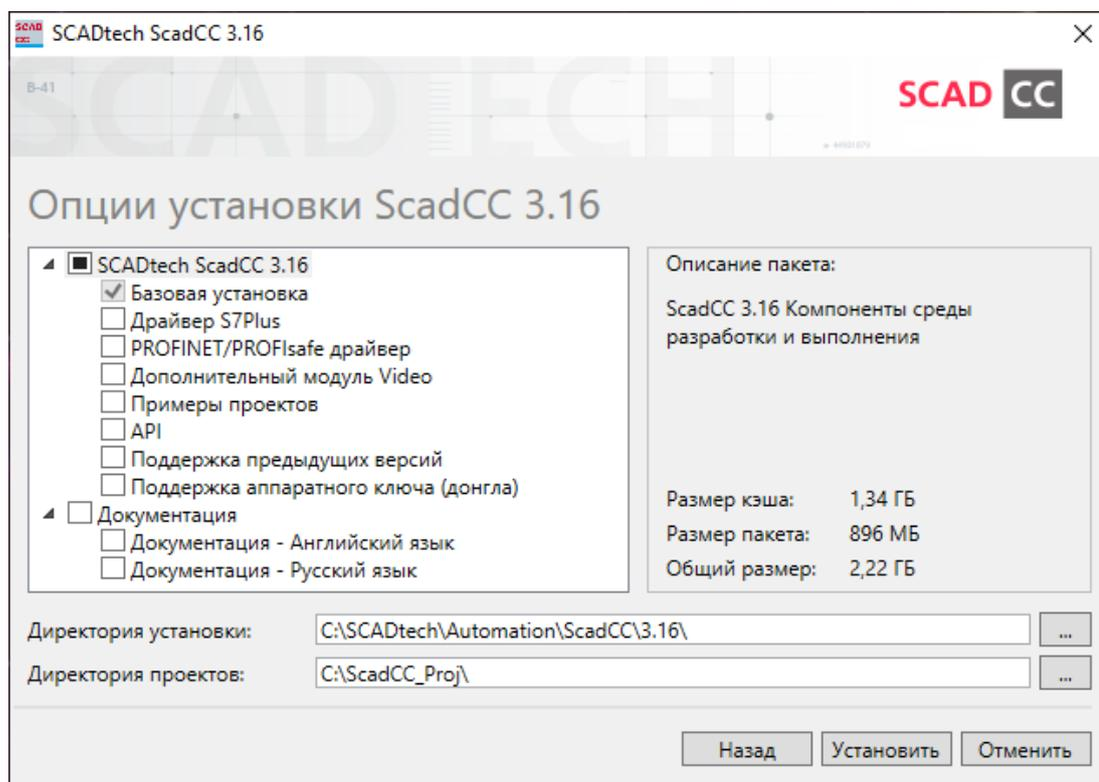

Рисунок 2 – Выбор компонентов и опций
5) На следующем шаге выберите необходимые компоненты и опции (рисунок 2). Стандартные компоненты, входящие в состав «Базовой установки», являются обязательными для работы SCAD CC. Далее нужно указать директорию установки, директорию проектов и нажать кнопку [Установить].